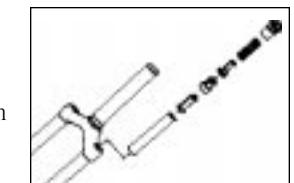

Fig. 2
- Retirez l'ensemble de pile de ressort (capuchon supérieur, ressort hélicoïdal, régulateur de tension de ressort, écarter uréthane, écarter MCU et élastomère). (Voir Fig. 2)